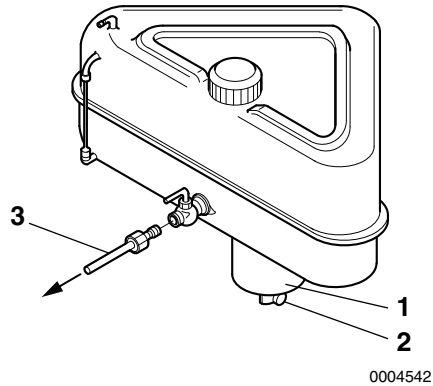

Figura 1
1. Porre una vaschetta sotto il rubinetto di spurgo (**Figura 1, (2)**) per raccogliere il combustibile.